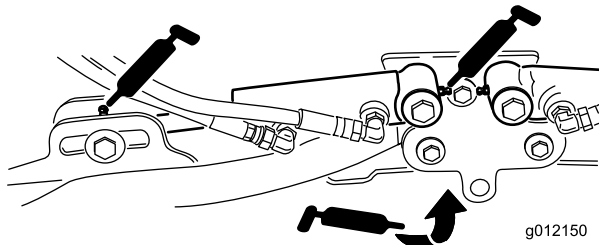

Рисунок 43
- Цилиндры подъемного рычага режущего блока (по 2 шт.) (Рисунок 43)
- Оси поворота подъемного рычага (по 1 шт.) (Рисунок 43)